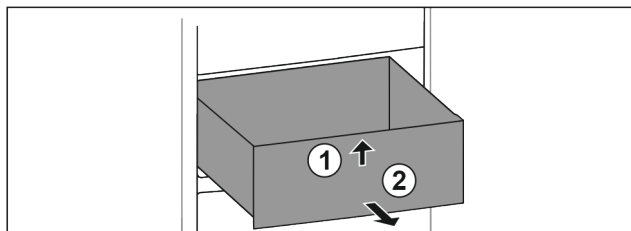

Fig. 118
- Predal spredaj dvignite. Fig. 118 (1)
- Predal vzemite ven v smeri naprej. Fig. 118 (2)